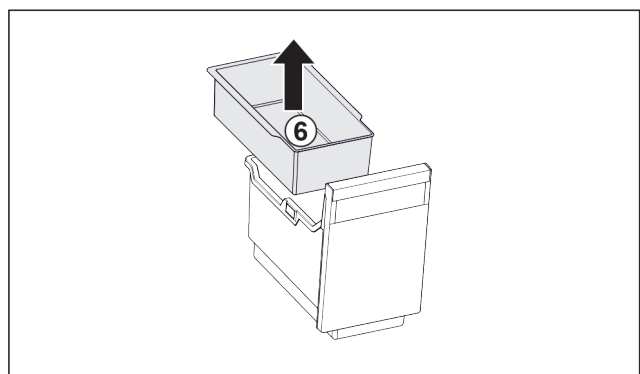

Fig. 19
- ▶ Wyjąć półkę zawieszoną Fig. 19 (6).